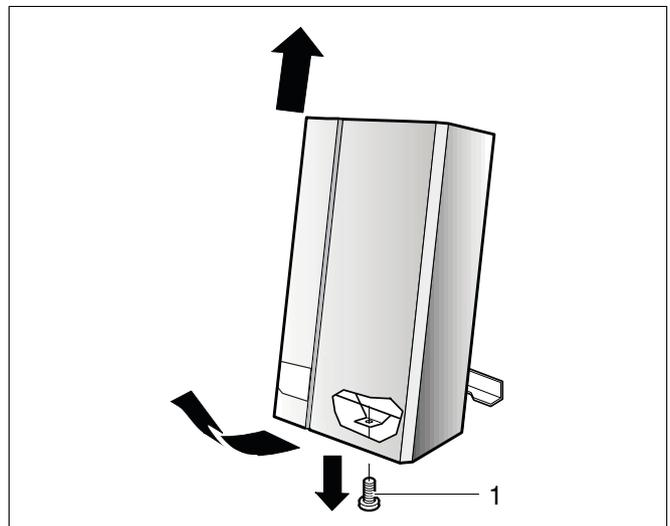

Abb. 32 Verklebung abnehmen
- Halteschraube (Abb. 32, Pos. 1) lösen und Verklebung abnehmen.
- Halteschraube lösen und Verkleidung abnehmen (Abb. 32).